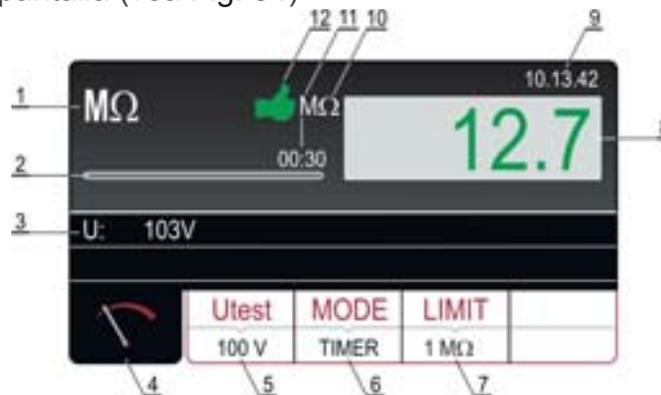

Fig. 34: Pantalla con el resultado de la prueba  $M\Omega$
7. Realice la medida pulsando el botón **START/STOP**. El resultado de la prueba se mostrará en la pantalla (vea Fig. 34)